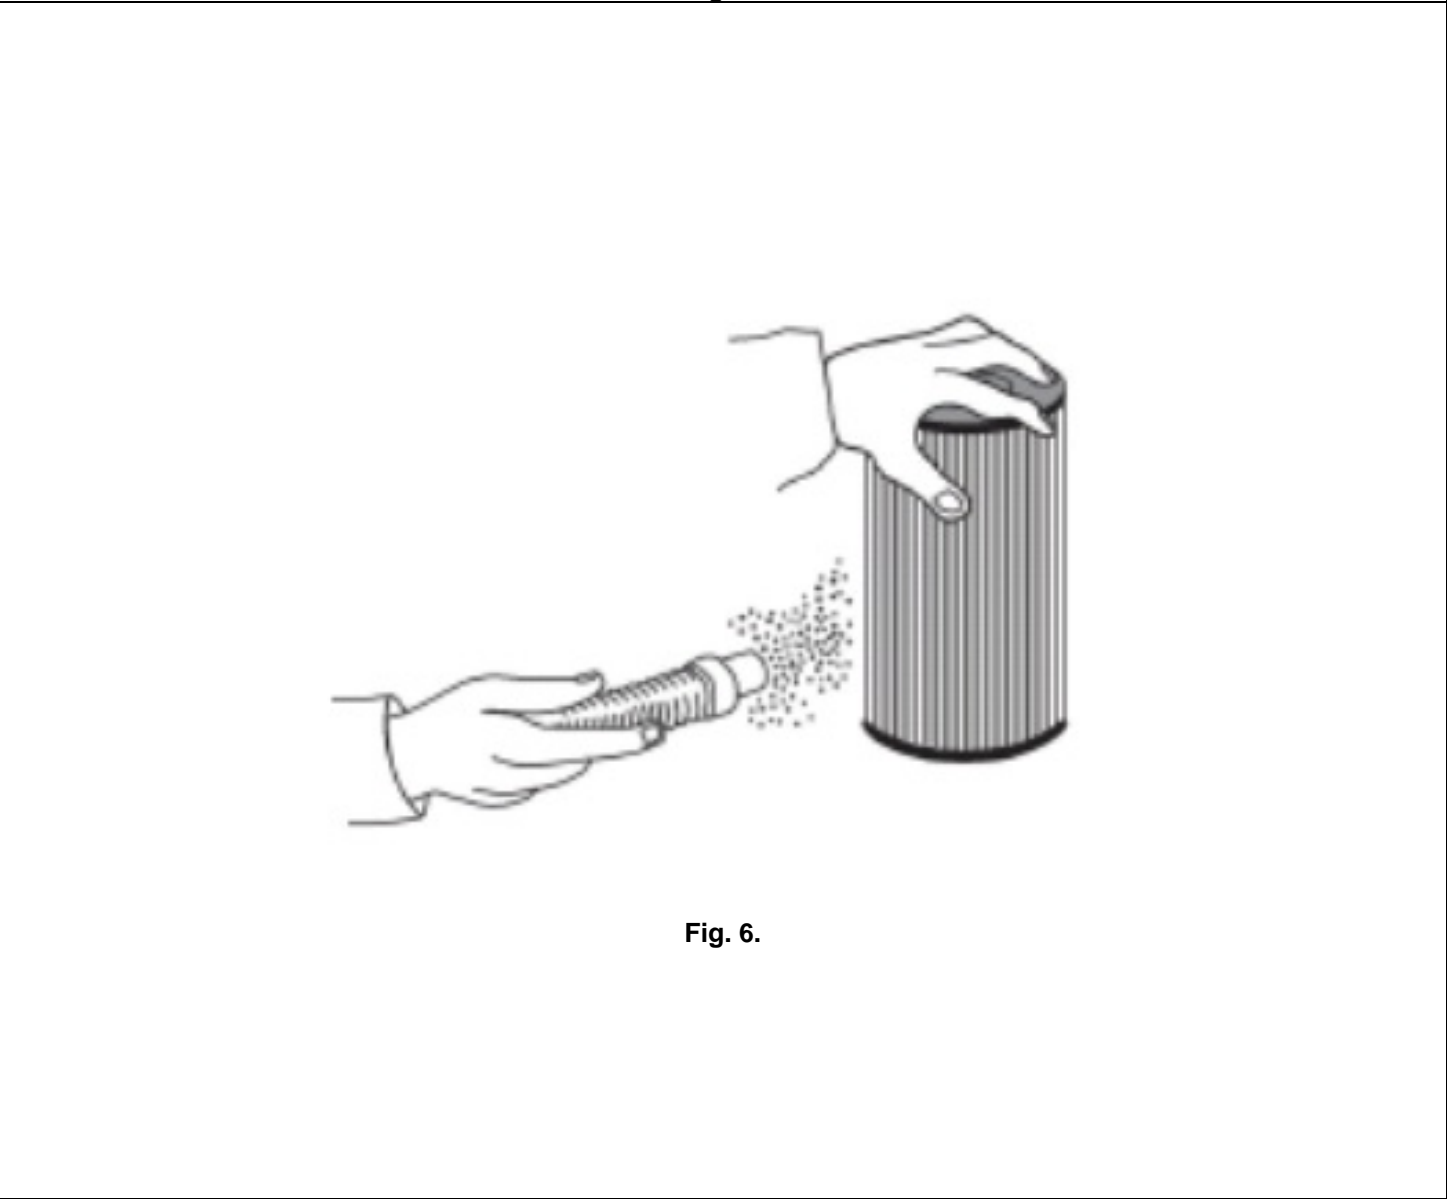

Fig. 6.
- I både fallen skall filtret stå på lodrätt position Bild (Fig. 6).
- För detta ändamål lösgörs vingmuttrar och apparaten låtes att sjunka neråt tills flytaren är i vattnet. Bild (Fig. 6)